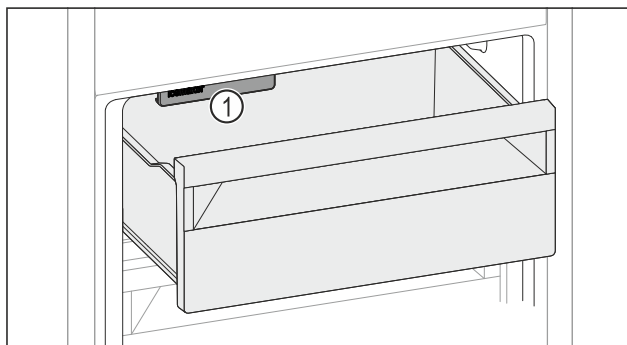

Fig. 140
- ▶ Внимавайте за IceMaker Fig. 140 (1).